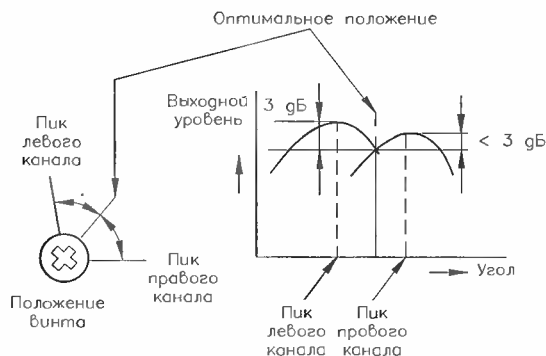

Рис. 6.7. Установка положения регулировочного винта магнитной головки
4. Если не удастся добиться максимального уровня сигналов одновременно для левого и правого каналов, то допускается установка регулировочного винта в среднее положение, при котором относительное снижение уровней в каналах не превышает 3 дБ, как показано на рис. 6.7.